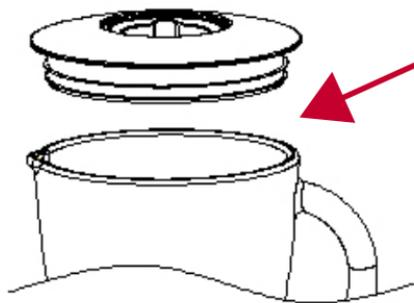

Fig. 6
2. Introdurli nella caraffa (consultare la Fig. 6). Spesso sarà necessario aggiungere una determinata quantità d'acqua per facilitare il corretto funzionamento dell'apparecchio. Il rapporto tra frutta o verdura e acqua è di 2:3. Il volume totale del composto non deve superare il livello massimo indicato nella caraffa.